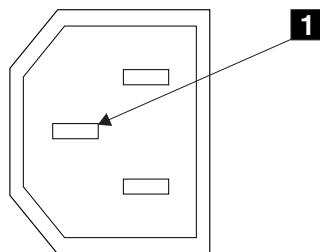

图 2. 接地引脚
6. 如图 2 中所示, 检查 SAN Volume Controller 的框架和每个主电源接口的接地引脚 **1** 之间的电连续性。